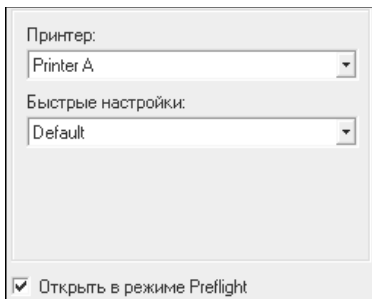

Рис. 6. Открытие изображения
2. В диалоговом окне (см. рис. 6) в раскрывающемся меню выберите нужный принтер. Если быстрые настройки уже созданы, выберите одну из них. Если такие настройки не созданы, то оставьте данный параметр по умолчанию (Default).